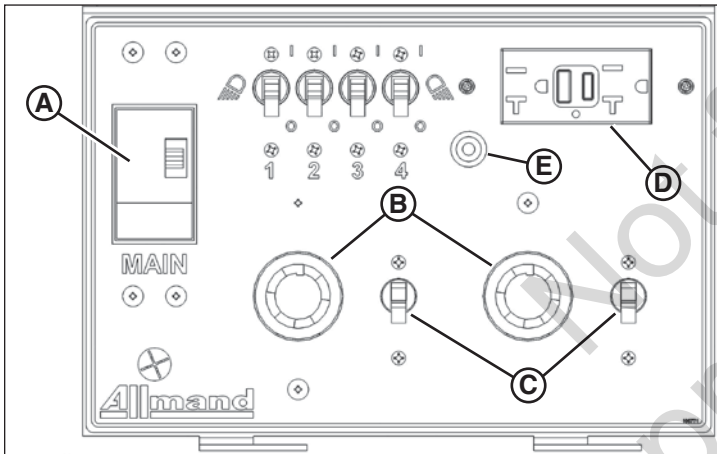

Рисунок 32
- Две розетки Twistlock (В, рис. 32), каждая из которых защищена разъединителем на 30 А (С), и одна розетка с GFCI (D), защищенная разъединителем 20 А (Е), ИЛИ